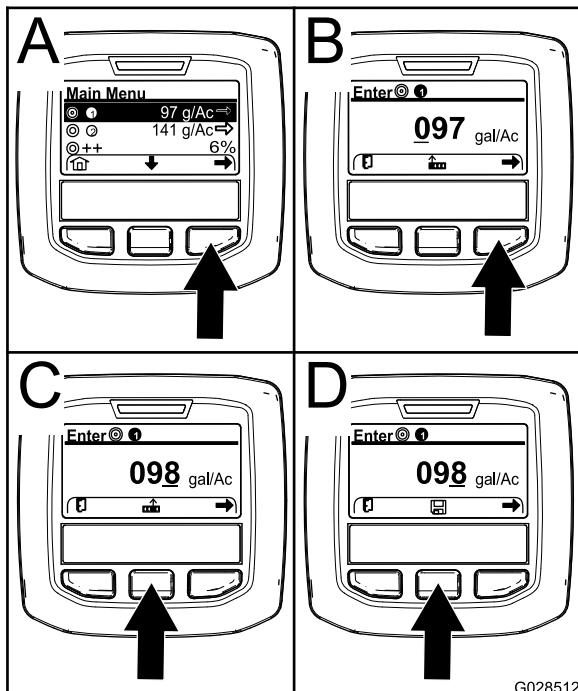

Figure 67
2. Au besoin, appuyez sur le bouton de sélection central pour mettre en surbrillance le débit d'application du programme 1 (Figure 67).
3. Appuyez sur le bouton de sélection droit pour sélectionner le programme de pulvérisation 1 (A de Figure 67).
- Appuyez sur le bouton de sélection droit (B de Figure 67) pour amener le curseur à la valeur numérique suivante à droite.
- Appuyez sur le bouton de sélection central (C de Figure 67) pour augmenter la valeur numérique (0 à 9).
**Remarque:** L'icône de sauvegarde s'affiche alors au-dessus du bouton central (D de Figure 67).
6. Appuyez sur le bouton de sélection central (D de Figure 67) pour sauvegarder le débit d'application programmé.